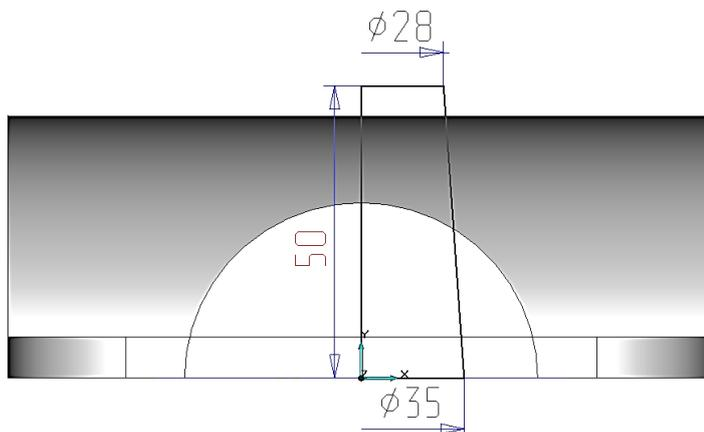

Рисунок 5. Профиль детали для вращения
14. Выполняем построение трапеции  «Замкнутым контуром» (рис.5)